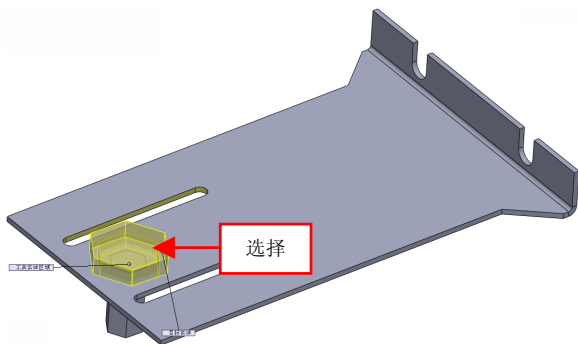

图 6-9 选择合适的对象
(4) 在绘图区中，依次选择零件基体和拉伸特征的下表面，如图 6-9 所示。